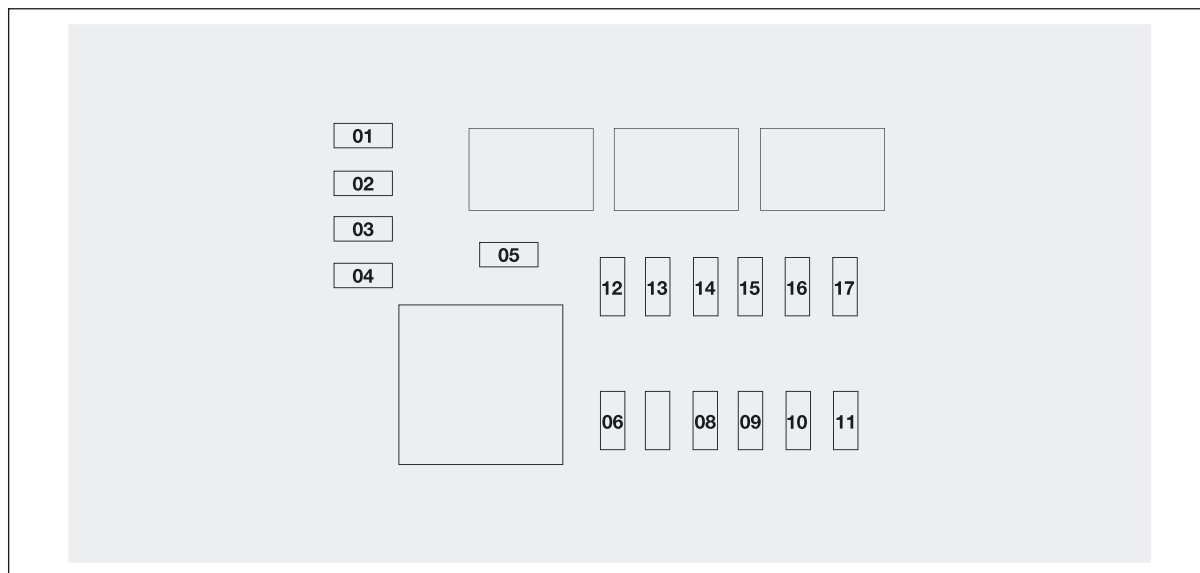

fig. 194
**Zekeringenkast in bagageruimte fig. 194**
**Zekeringenkast in bagageruimte fig. 194****VERBRUIKERS****ZEKERING****AMPÈRE**